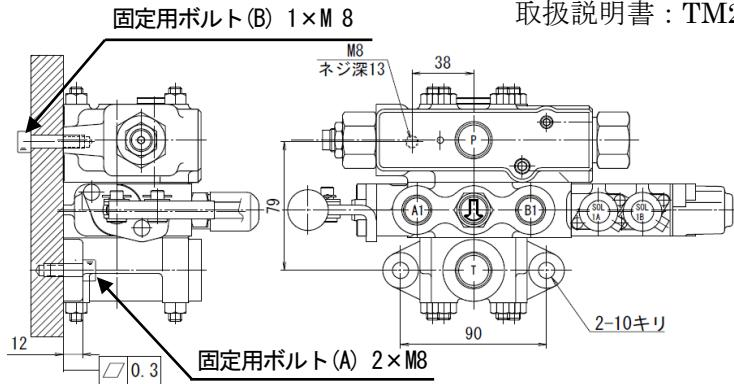

図 6-1 固定用ボルトについて
- 本製品の板厚(具体的な値は納入仕様書兼組立図を参照。なお、図6-1では12mm)
- 本製品の取付ねじ穴深さ(具体的な値は納入仕様書兼組立図を参照。なお、図6-1では13mm)
- 固定用ボルトAは本製品の板厚、実機の取付板のねじ深さを確認し、固定用ボルトを選定します。(図6-1の例では板厚12mm)
- 固定用ボルトBは本製品の取付ねじ穴深さ、実機の取付板の板厚を確認し、固定用ボルトを選定します。(図6-1の例では取付ねじ穴深さ13mm)